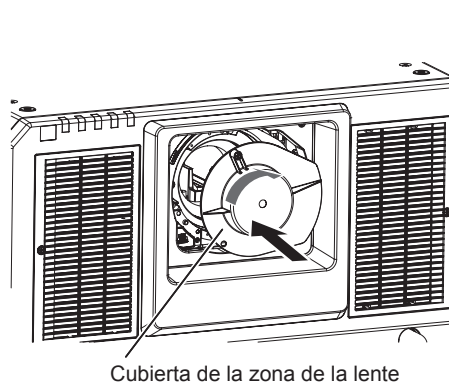

Figura 2
- 3) **Instale la cubierta de la zona de la lente suministrada. (Figura 2)**